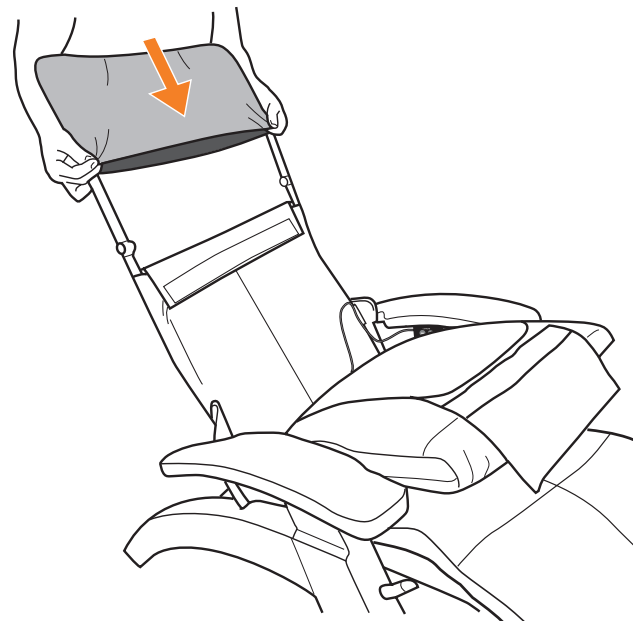

Fig.24
1. Coloque la funda del apoyacabeza sobre el armazón del apoyacabeza, introduciéndola tanto como sea posible. El lado acolchado de la funda del apoyacabeza debe quedar hacia la parte posterior de la silla (Fig.24).